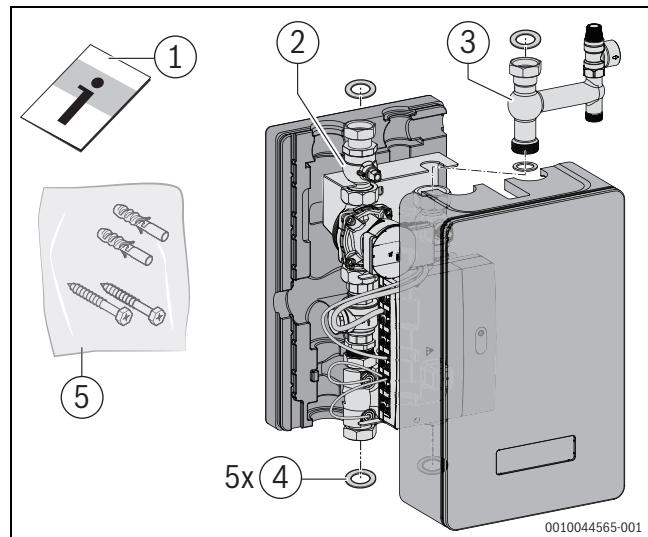

Bild 3 Lieferumfang HW-Set HYC25
- Anschluss-Set Hybrid inklusive Hybrid-Modul (→Bild 3).